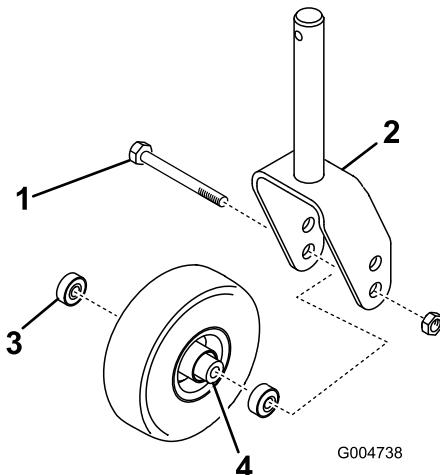
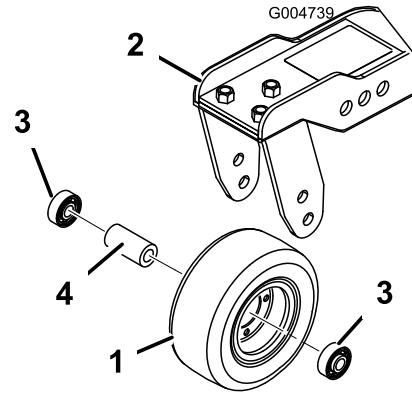

Figura 84
Figura 85
1. Togliete il dado di bloccaggio dal bullone che fissa il gruppo ruota orientabile alla forcella (Figura 84) o al braccio di rotazione (Figura 85).
2. Togliete il cuscinetto dal mozzo della ruota e lasciate cadere il distanziale del cuscinetto (Figura 84 e Figura 85).